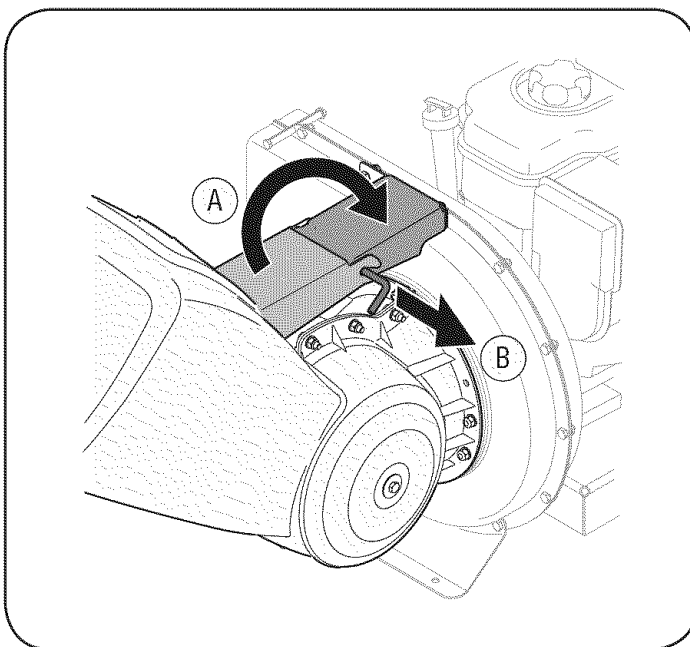

Figura 2
b. Deslice la varilla de liberación hacia afuera levemente para enganchar el soporte de tolva en la varilla. Vea la Figura 2.